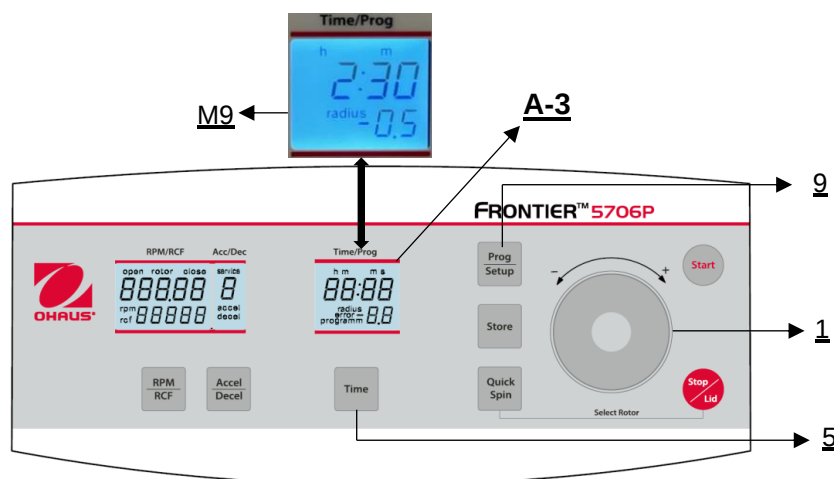

Abbildung 20
Schließen Sie zunächst den Zentrifugendeckel, drücken Sie dann gleichzeitig die Taste **"Time"** (5) und die Taste **"Prog/Setup"** (9) und halten Sie sie gedrückt (siehe **Abbildung 20**).